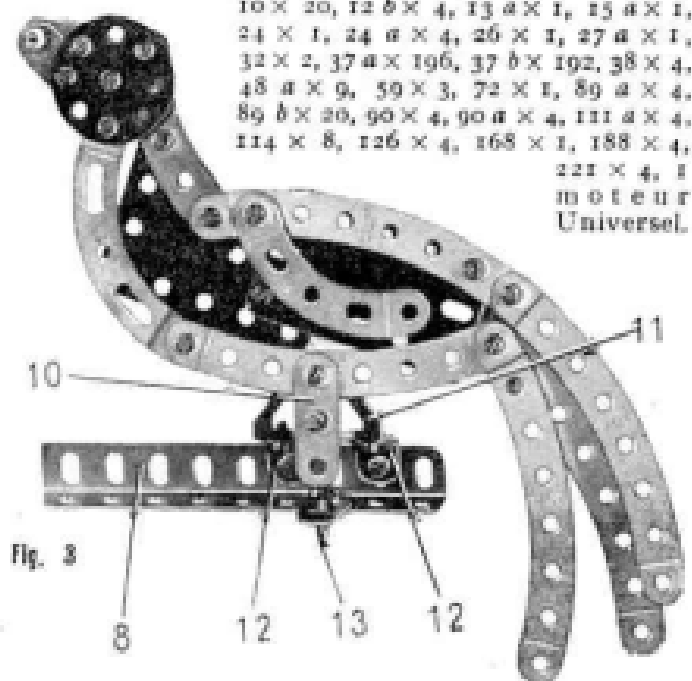

Fig. 3
La construction d'un des oiseaux apparaît sur la figure 3. Le bec est formé par deux supports plats, la tête par un disque de 35 mm., le corps, l'aile et la queue par des bandes incurvées. Le corps est recouvert par une plaque flexible de 6 × 4 cm. et une plaque flexible triangulaire de 6 × 4 cm. Les pattes sont figurées par une bande de 3 trous (10). La bande (10) dépasse de 1 trou une embase triangulée coudée (11) à laquelle elle est fixée. L'embase triangulée coudée (11) est articulée sur la cornière (8) par deux charnières (12). Un support plat boulonné à la cornière (8) est doté d'un boulon de 12 mm. (13). Ce dernier est tenu dans le support plat par deux écrous et il sert de butée à la bande de 3 trous (10). La hauteur du boulon (13) est réglée de façon que le pigeon s'abatte quand il est frappé, mais qu'il ne tombe pas lorsque un autre oiseau est atteint. En effet, la chute d'un oiseau entraîne inévitablement une légère secousse du modèle.